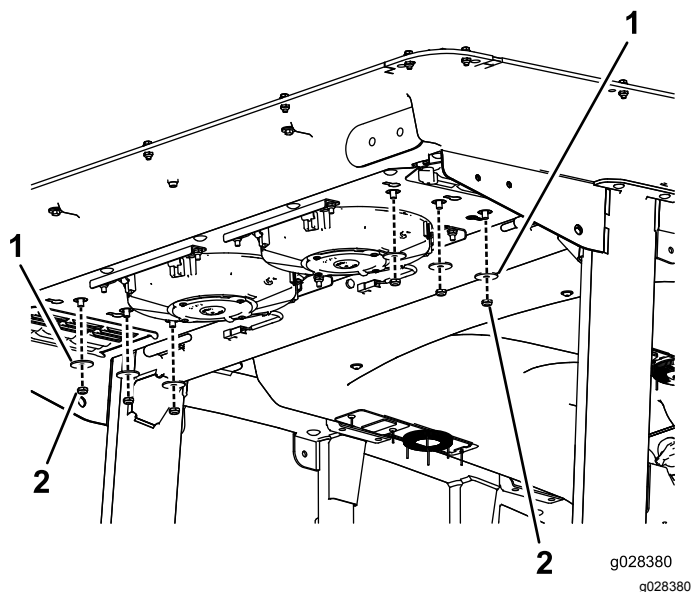

Figura 124
2. Retire las 6 tuercas y arandelas de la parte inferior de la parte trasera de la cabina (Figura 124).